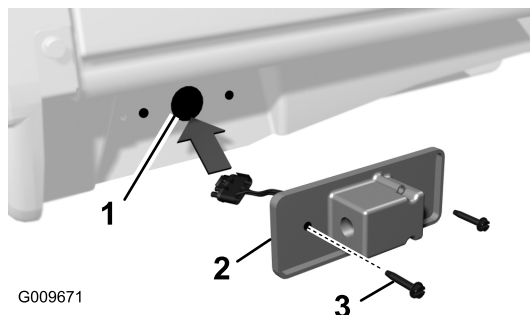

Figure 21
- A. Faites passer le connecteur du feu arrière par le grand trou central percé précédemment (Figure 21).